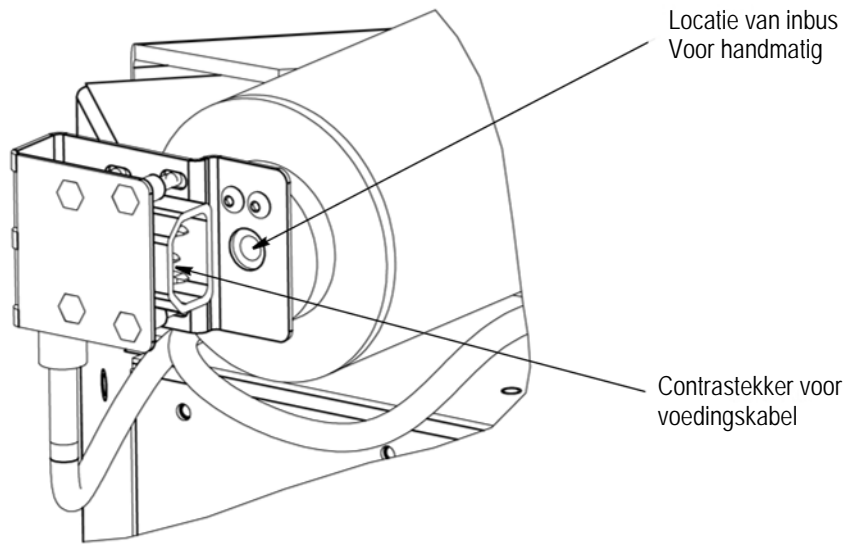
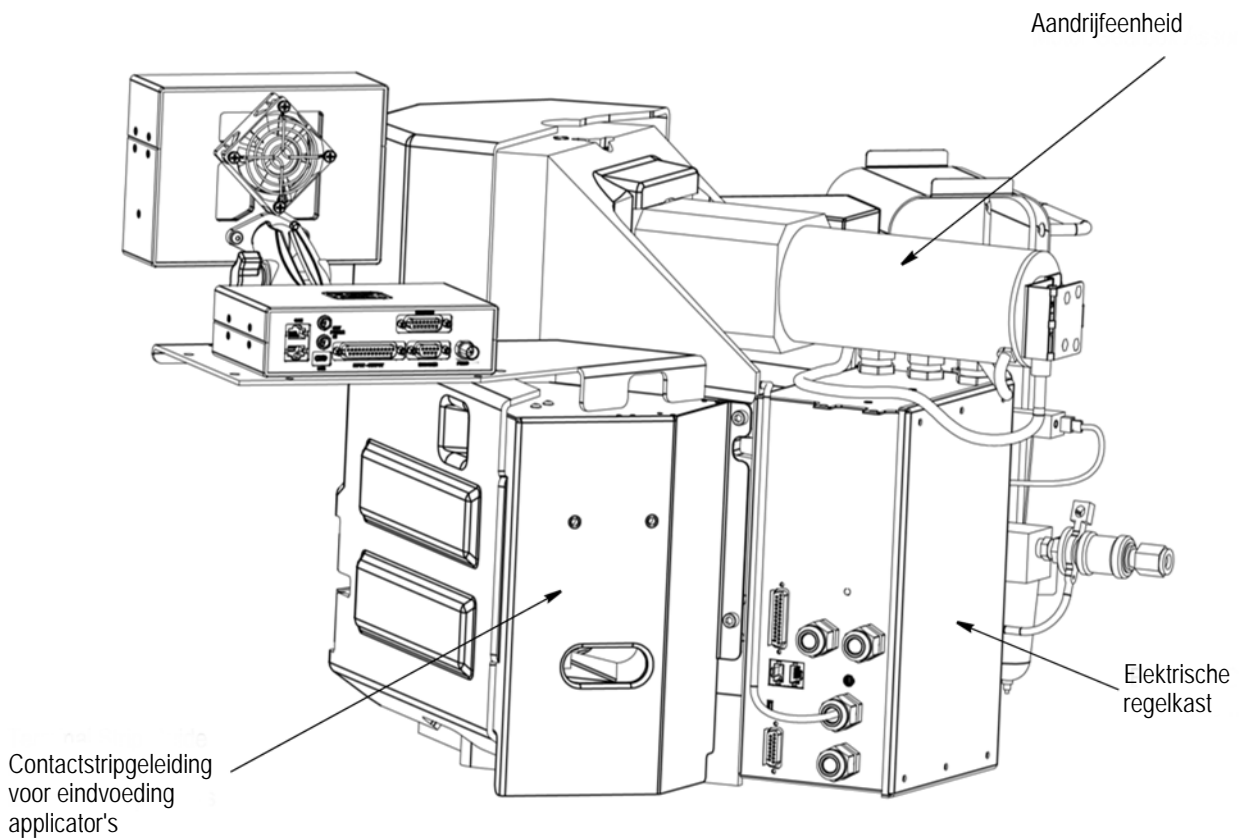

Figure 3
Figure 4
1. De **motorgroep** omvat een gelijkstroommotor die een krukas aandrijft. Zie Figure 3 en Afbeelding 4. De motor wordt elke cyclus geactiveerd en draait de krukas één volledige omwenteling rond. Op het uiteinde van de motor bevindt zich een inbus, met behulp waarvan de motor handmatig kan worden rondgedraaid. De inbus is toegankelijk na loskoppelen van de voedingskabel aan de achterzijde van de motor.